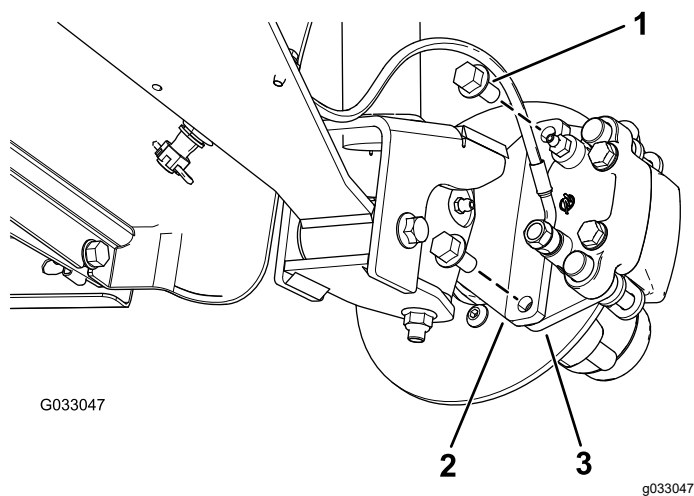
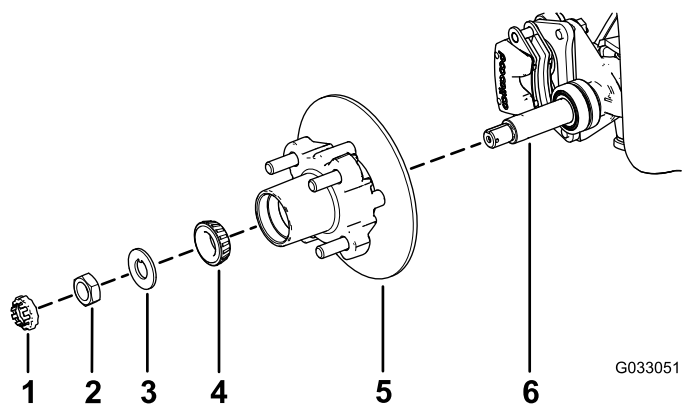

Figura 24
Figura 28
3. Retire os parafusos de cabeça flangeada ($\frac{3}{8}$ x $\frac{3}{4}$ pol.) que prendem o suporte para o conjunto dos travões ao eixo e afaste o travão do eixo (Figura 24).
1. Aplique uma leve camada do lubrificante especificado no eixo (Figura 28).
2. Monte o cubo e o rotor no eixo com o rotor interior (Figura 28).
3. Monte o rolamento exterior no eixo e coloque o rolamento na correia exterior (Figura 28).
4. Monte a anilha com patilha no eixo (Figura 28).
5. Enrosque a porca do eixo no eixo e aperte a porca com 15 N·m, enquanto roda o cubo para assentar o rolamento (Figura 28).
2. Alinhe as pastilhas dos travões com cada lado do rotor (Figura 24) e os orifícios no suporte da pinça com os orifícios na montagem dos travões da estrutura do eixo (Figura 28).
3. Prenda o suporte da pinça à estrutura do eixo (Figura 24) utilizando os dois parafusos de cabeça flangeada ($\frac{3}{8} \times \frac{3}{4}$ pol.)